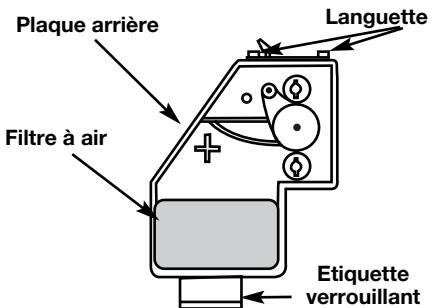

Fig. 48
6. Replacez le filtre (Fig. 48).
7. Réinstallez la couverture du filtre à air. Placez les fentes au dessus de la couverture du filtre à air sur les languettes au dessus de la plaque arrière (Fig. 48).